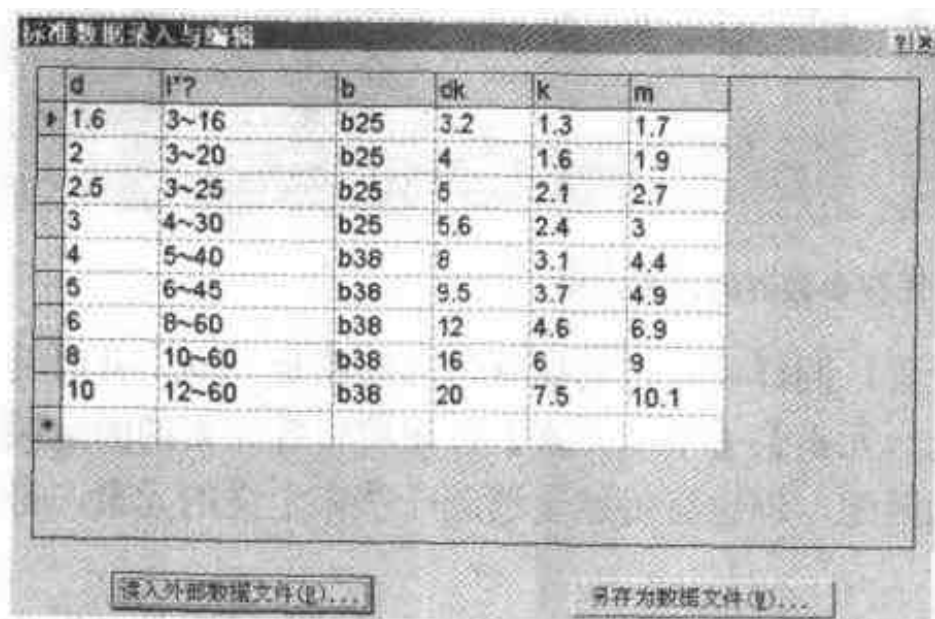

图 1.37 【标准数据录入与编辑】对话框
- **【数据编辑(D)】** 就是对参量图符的标准数据进行编辑修改。在【图库管理】对话框中选定要编辑的图符后,单击【数据编辑】按钮,将弹出【标准数据录入与编辑】对话框(图 1.37),对话框中的表格里显示了该图符已有尺寸数据供编辑修改。单击【读入外部数据文件】按钮,可以将已经用其他编辑软件编辑好的数据以纯文本文件的格式读入,填写到表格中。对数据文件的要求见帮助文件的【外部数据文件的格式】。